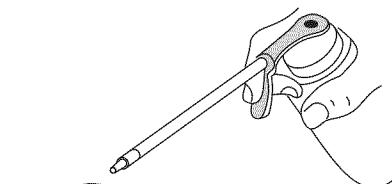

Fig. 26
- Aplique suficiente aceite limpio de motor SAE 30 para recubrir ligeramente el filtro (Fig. 26).